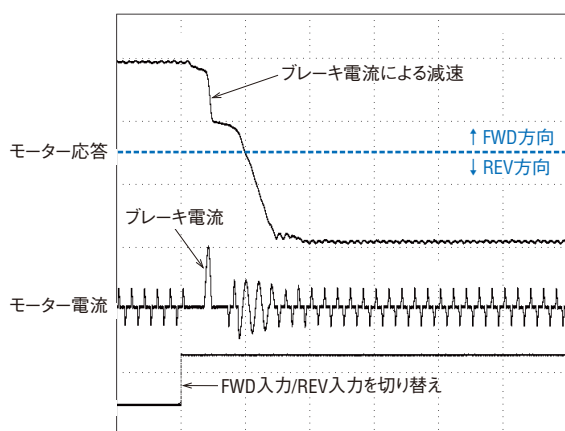

図10 瞬時正逆運転時の応答例
**DSC**シリーズは、瞬時正逆運転時にブレーキ電流を自動で短時間流し、負のトルク領域がない回転速度まで減速させた後に回転磁界を反転させることで、インダクションモーターでの瞬時正逆運転を実現しています(図10参照)。インダクションモーターなので連続運転が可能です。